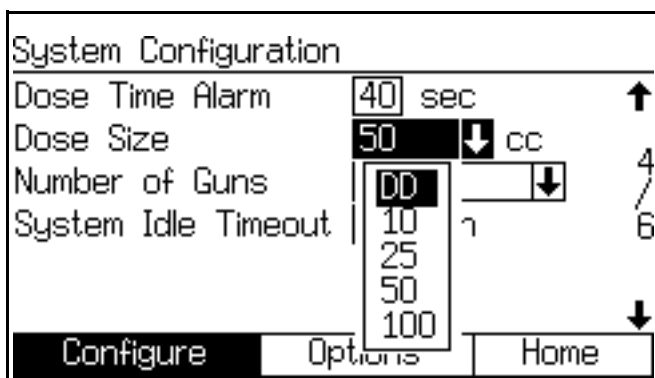

FIG. 107 Schermata Configure (Configurare) 4, dosaggio dinamico selezionato
2. Passare alla schermata Configure (Configurare) 4 del sistema. Selezionare l'opzione "DD" dal menu a discesa "Dose Size" (Dimensione dosaggio). FIG. 107.